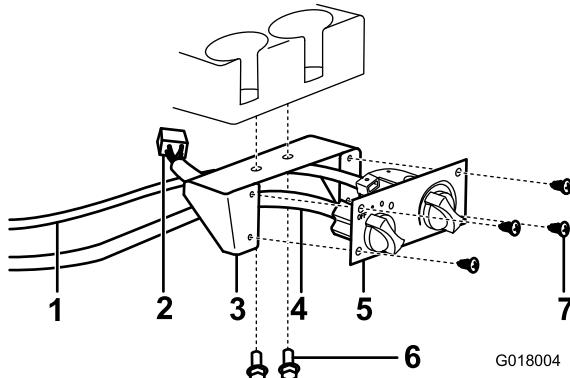

Рисунок 29
6. Присоедините крепление органа управления обогревателем к приборной панели под подстаканниками с помощью 2 болтов с фланцем и гаек (Рисунок 29).
7. Подсоедините трос управления обогревателем и черный разъем жгута проводов к органу управления обогревателем, а белый разъем жгута проводов — к обогревателю (Рисунок 29).
8. Присоедините орган управления обогревателем к креплению органа управления с помощью 4 винтов для листового металла (Рисунок 29).